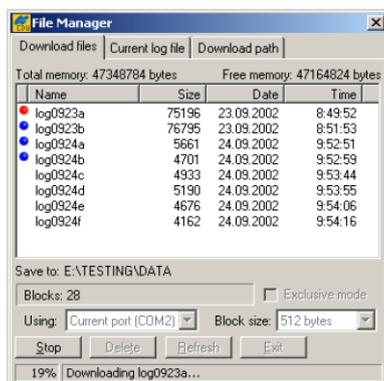

Figura 4-4. Descarga de archivos. Indicadores de estado
- Haga clic en el botón **Download**. Durante la descarga se muestra un indicador de estado junto a cada uno de los archivos (Figura 4-4 en la página 4-4).